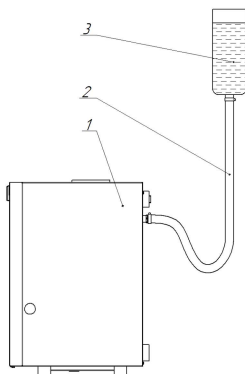

Рисунок 7.1. Чистка змеевика теплообменника
- подсоединить к нижнему штуцеру подачи холодной воды шланг 2 и закрепить хомутом (рисунок 7.1.);